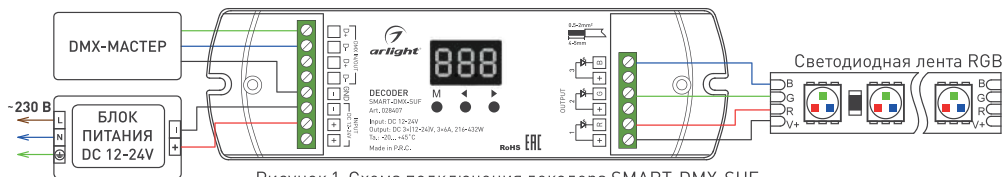

Рисунок 1. Схема подключения декодера SMART-DMX-SUF
- 3.2. Подключите декодер согласно схеме (рисунок 1).